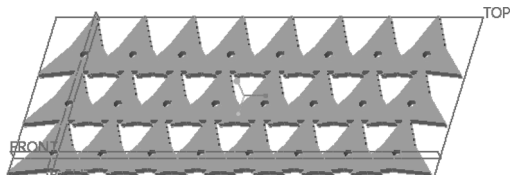

图 5-64 完成的方向阵列
7) 在“阵列”选项卡中单击 $\checkmark$ （完成）按钮，完成该方向阵列，得到的模型效果如图 5-64 所示。